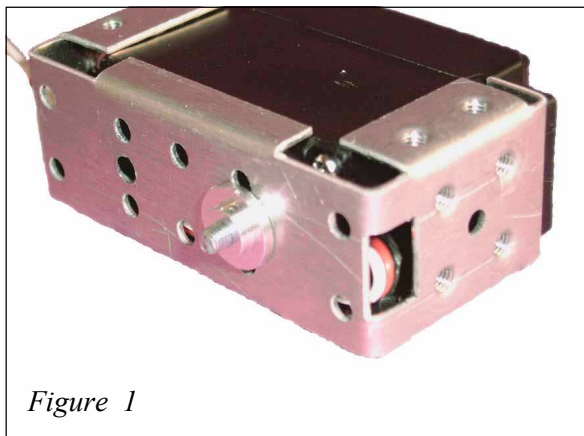
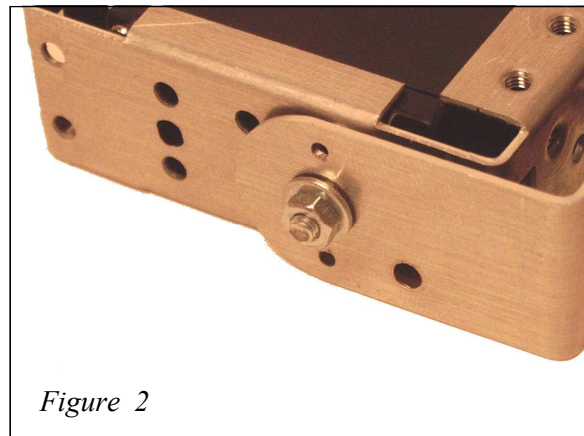

Figure 1
Figure 2
**Étape 1 :** Fixer l'axe court (5) sur la cage (3) à l'aide de la vis tête fraisée 3mm (12). Voir figure 1.
**Étape 2 :** Positionner le servomoteur (1) sur la cage (3) (l'axe du servomoteur (1) du même côté que l'axe court (4)). Voir annexe pour différents types de servomoteurs (1). Faire passer le cordon du servomoteur (1) dans la découpe latérale de la cage (3). Voir figure 2. Tirer légèrement puis enfoncer le servomoteur (1) jusqu'à ce qu'il soit posé sur la cage (3).
Pour ce faire, on utilise un ensemble vis + rondelle + écrou. L'axe court utilise toujours une vis tête fraisée 3mm (12), mais pour cette application, on prend une vis plus longue (vis de 8mm) que l'on monte sur la cage avec l'axe court. Voir figure 1. Une fois la vis bien serrée on place la fourche, suivie de la rondelle et de l'écrou : la structure est maintenant bloquée. Voir figure 2.